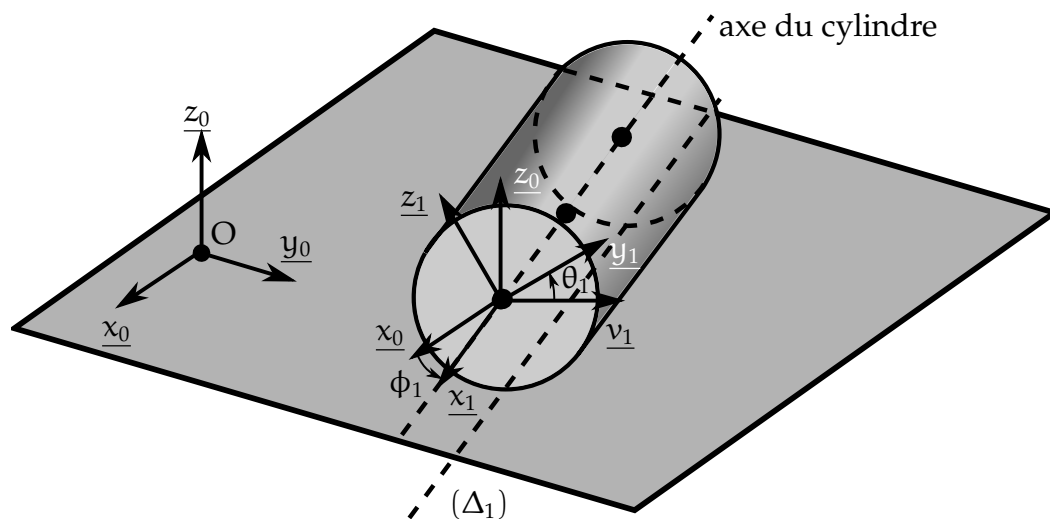

Figure 9 – Cylindre (1) sur le plan (0).
Dans un premier temps, seuls le cylindre (1) et le plan (0) sont pris en compte (FIGURE 9). On supposera que le plan (0) est horizontal (l'attraction de la pesanteur n'interviendra que dans la partie Dynamique).